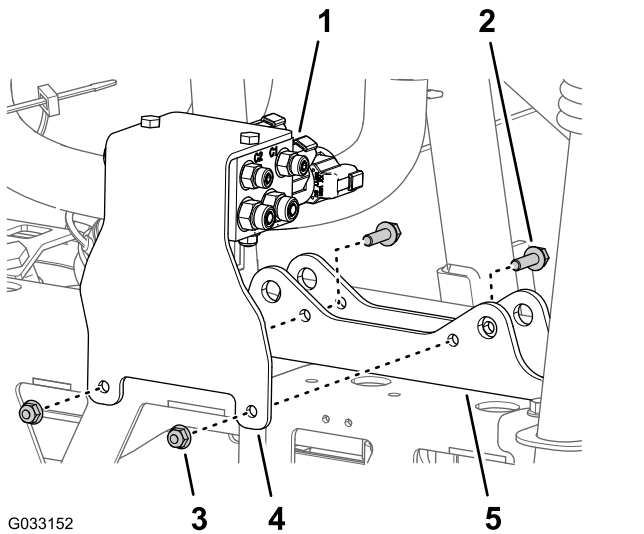

図 67
- ブーム昇降マニホルド用サポートブラケットをシリンダマウントに固定しているフランジロックナット5/16 インチ2個とフランジヘッドボルト5/16 x 1 インチ2本を外して、機体からマニホルドとブラケットを取り外す 図 67。